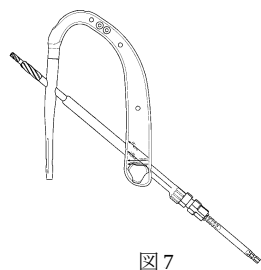

図 7
- ターゲットデバイスにラグスクリュー用スリーブを装着し、ステップリーマーを通し、ネイルのラグスクリューホールに干渉しないで通過することをチェックします。（図7）